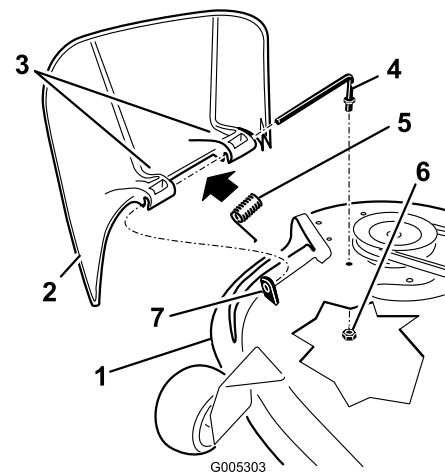

Figura 46
1. Individuate le parti illustrate nella Figura 46.
2. Togliete il dado da 3/8 poll. (9,5 mm) dall'asta sottostante il tosaerba (Figura 46).
3. Estraete l'asta dal distanziatore corto, dalla molla e dal deflettore dell'erba (Figura 46). Togliete il deflettore dell'erba tagliata se è danneggiato o consumato.
4. Riposizionate il deflettore dell'erba (Figura 46).
6. Collocate la molla sull'asta (tenendo abbassati i fili alle estremità), tra le staffe del deflettore di sfalcio. Fate scorrere l'asta attraverso la seconda staffa del deflettore dell'erba (Figura 46).
7. Inserite l'asta dalla parte anteriore del deflettore dello sfalcio, nel piccolo isolatore sul piatto di taglio. Fissate l'estremità posteriore dell'asta nel tosaerba con un dado da 3/8 poll. (9,5 mm) (Figura 46).